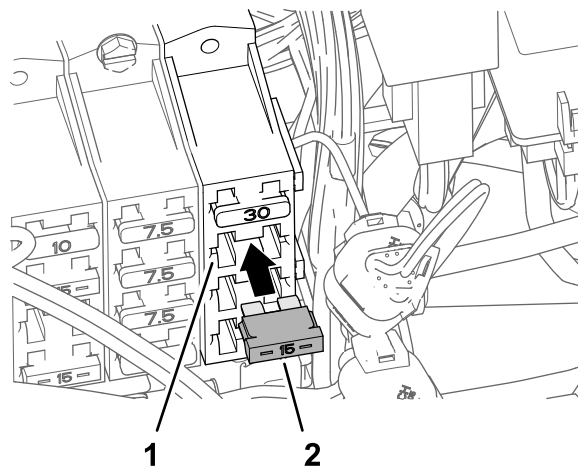

図 190
6. ヒューズブロック 3 で、ヒューズソケット 2 に、ヒューズ 15A を挿入して一番奥まで押し込む 図 190。